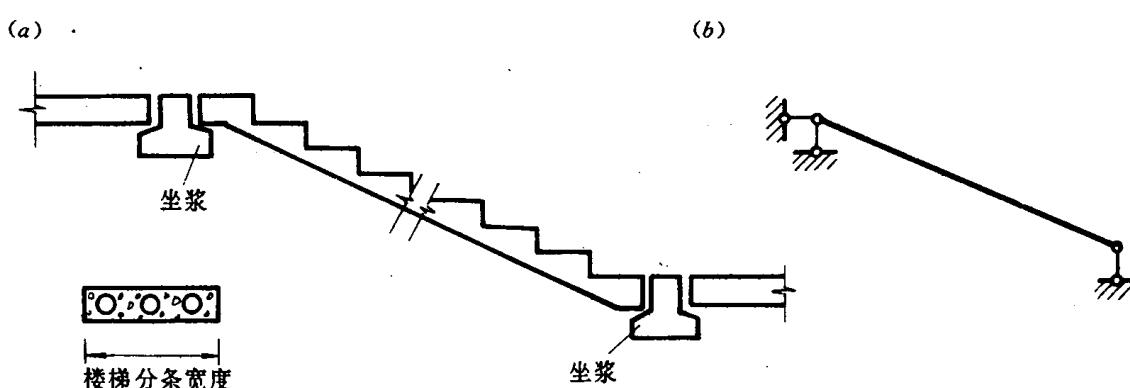

图 1-4
**例 1-4** 图 1-4(a)为分条楼梯(由几个纵条并列组成),试画出其计算简图。
分条楼梯可以一斜直轴线表示。分条楼梯通过坐浆搁置在楼梯梁上,使楼梯不能有竖向和水平方向移动,但有发生微小自由转动可能;且在荷载作用和温度变化楼梯发生变形后还可能有伸缩变形;楼梯两端支承情况虽然完全相同,但为了反映楼梯梁对楼梯的约束作用,并便于计算,取楼梯的一端简化为铰支座,另一端简化为辊轴支座,计算简图如图 1-4(b)所示。